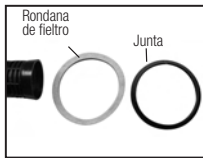

Figura 5
6) **Junta de la carcasa de la cámara de presión y rondana de fieltro:** Deslice tanto la junta como la rondana de fieltro fuera del cuerpo de la cámara de presión (Figura 5). Coloque de nuevo la rondana de fieltro cuidando de no doblar sobre la rondana al subirla a la cámara de la bomba y en el anillo de fijación de la bomba (Figura 6). La rondana de fieltro está pre-lubricada para proporcionar lubricación entre la carcasa de la cámara de presión y la junta de la carcasa de la cámara de presión. Asegúrese de que la rondana de fieltro está libre de contaminación antes de instalarla. Coloque de nuevo la junta en la abertura de la bomba en el tanque asegurándose de que el extremo con el reborde está hacia arriba (si se ensambla al revés, ocurrirán fugas) (Figura 7). Asegúrese de que los lados de la junta se encuentren dentro de la abertura de la bomba del tanque y que el reborde esté nivelado en el área de superficie del sello de la abertura de la bomba del tanque.